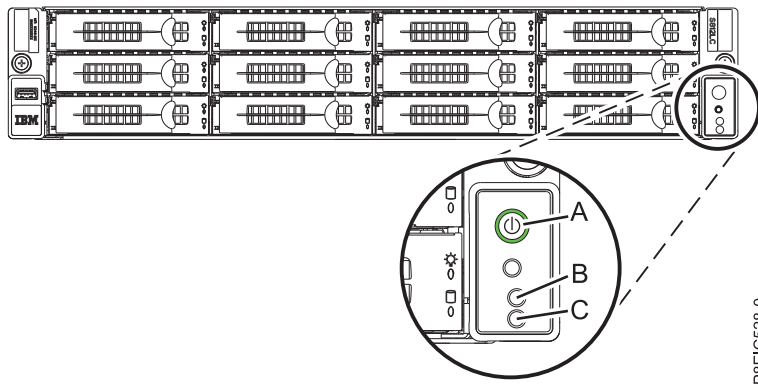

図 115. 電源ボタン
- 電源オン LED (図 115 を参照) が明滅している。ライトが明滅している場合、装置にスタンバイ電源が供給されていることを示します。
3. 電源ボタン (A) を押します (図 115 を参照)。 パワーオン表示ライトが明滅を停止して、点灯したままになり、システム電源がオンになったことを示します。システムの冷却ファンが高速で作動し、約 30 秒後に運転速度に戻ります。